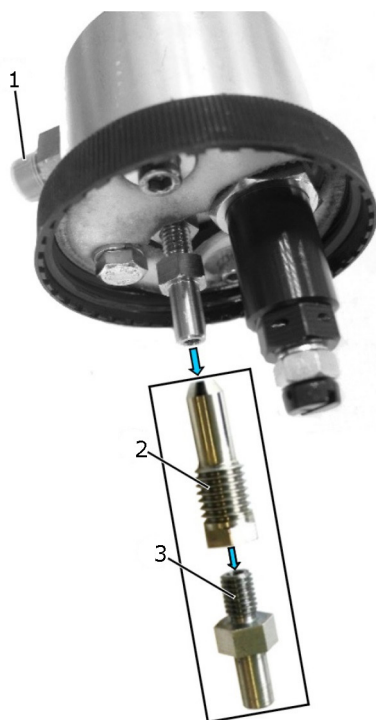

Abb. 17: Otwarty moduł rejestratora ciśnienia
! Zżyzwienie przez pozostałości paliwa może zakryć niewielki otwór tulei dławiącej (rys. 17, poz. 2) i doprowadzić do błędnych wyników pomiaru.
2. Wymontować króciec odpływowy (rys. 17, poz. 3).
3. Wymontować tuleję dławiącą (rys. 17, poz. 2).
5. Wyczyścić otwór dławiący sprężonym powietrzem przez króciec przyłączeniowy (rys. 17, poz. 1).
6. Wkręcić tuleję dławiącą (rys. 17, poz. 2) momentem 20 Nm.
7. Wkręcić króciec odpływowy (rys. 17, poz. 3) w tuleję dławiącą.